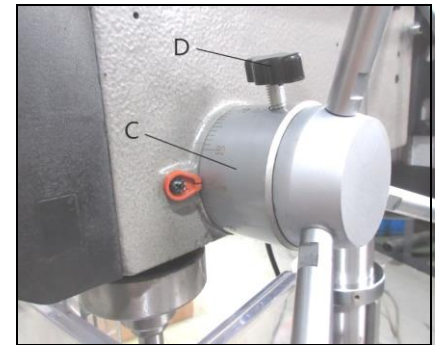

Fig 10
Drehen Sie den Stellring (C, Fig.10) gegen den Uhrzeigersinn, bis zum Anschlag und klemmen Sie die Griffschraube (D) fest.